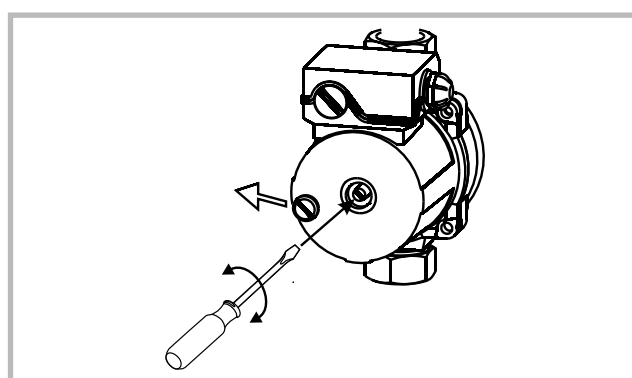

Figure 30 - Dégrippage du circulateur
- A la mise en service il est conseillé de vérifier que le(s) circulateur(s) tourne(nt) librement (fig. 30)